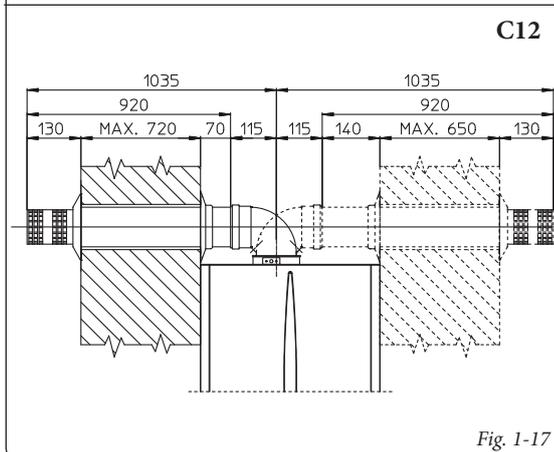

Fig. 1-17
- Applicazione con uscita laterale (Fig. 1-17); Utilizzando il solo kit orizzontale aspirazione-scarico, senza le apposite prolunghe, permette l'attraversamento di una parete di spessore 715 mm con l'uscita laterale sinistra e 645 con l'uscita laterale destra.